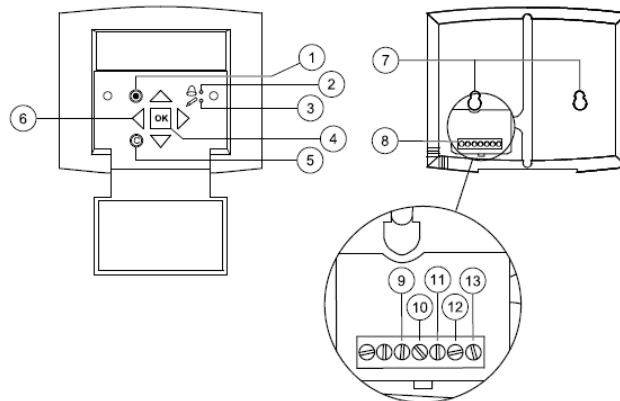

Figura 3 Pannello di controllo
Le unità Topvex SC03-11 sono dotate di regolatore e cablaggio interno (Figura 3).
Il pannello di controllo è consegnato provvisto di 10 m di cavo. Il cavo è collegato al pannello e all'unità Topvex tramite un contatto rapido. Il contatto è collegato all'unità di controllo Corrigo nel quadro elettrico (pos. 1, Figura 3). Il cavo può essere scollegato nella parte posteriore del pannello di controllo (Figura 4).